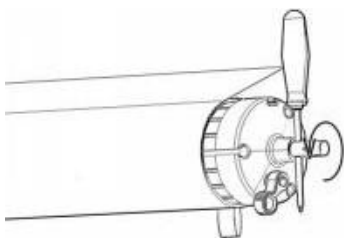

Figure E1
19. Zwakke veer in de rolbuis van het zonneschermbekleding: Controleer of de torsieveer van de rolbuis spanning heeft verloren. Om de veer van de rolbuis aan te spannen, steekt u een schroevendraaier met een diameter van 6 mm in de stalen as aan het uiteinde van de rolbuis, draait u in de richting die op de eindkap staat aangegeven en plaatst u vervolgens de borgpen. (Afbeelding E1)